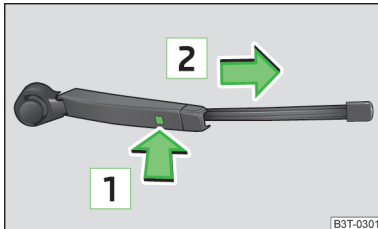

Abb. 200
- › Den Scheibenwischerarm am oberen Teil halten und die Sicherung **1** » Abb. 200 entriegeln.